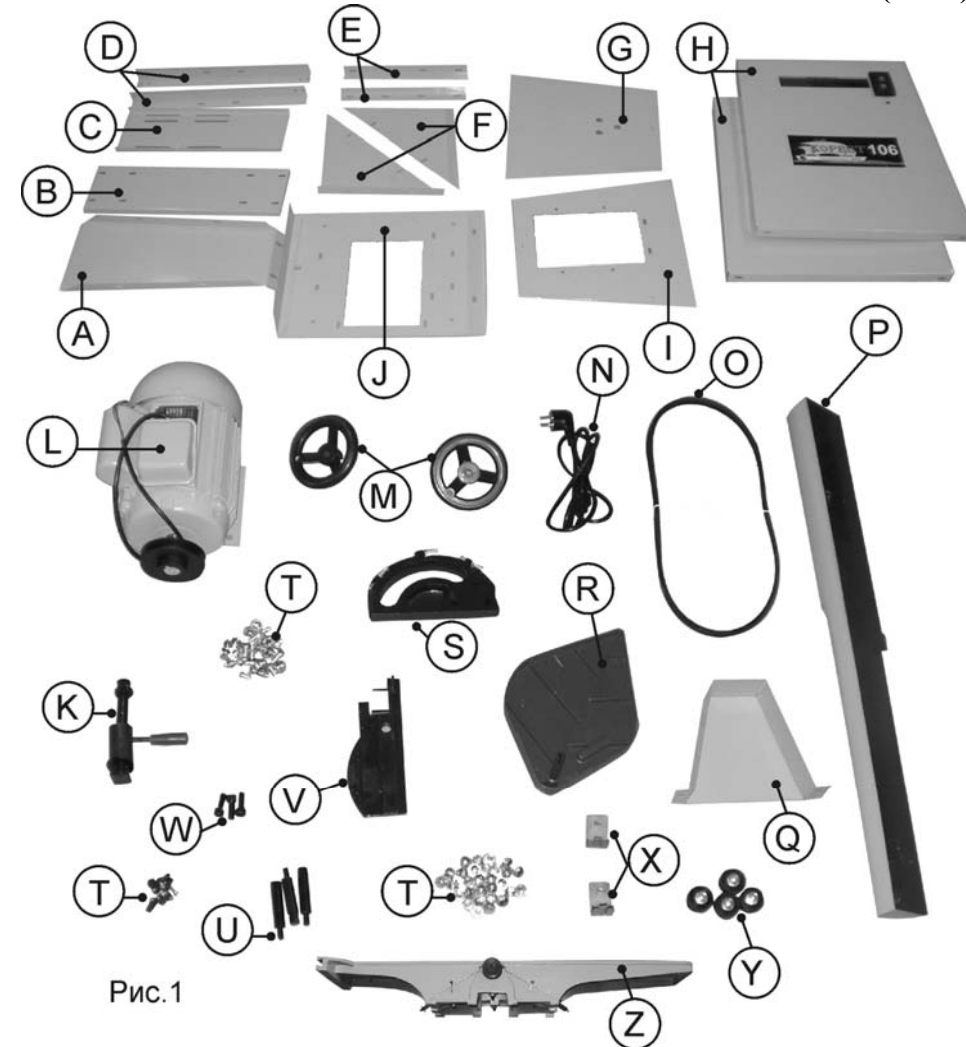

Рис.1
3. КОМПЛЕКТНОСТЬ СТАНКА (Рис.1)